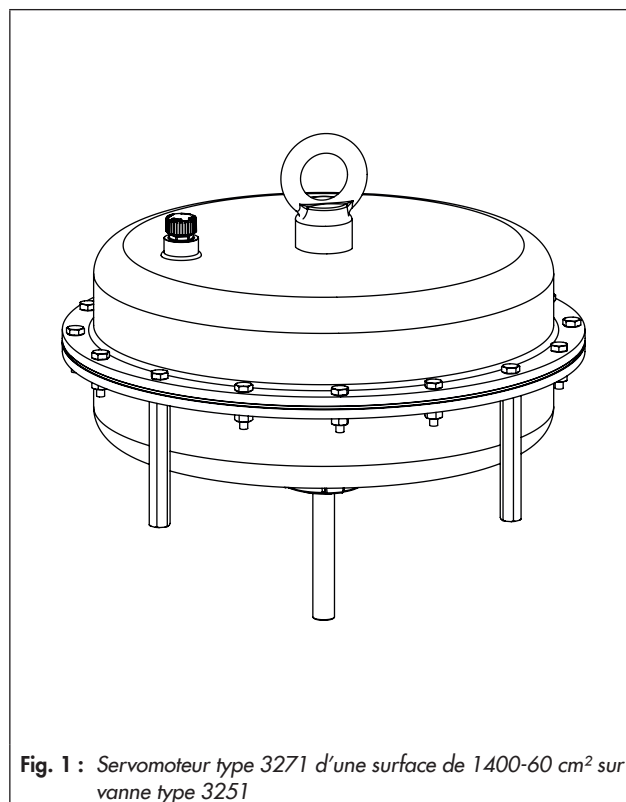

Fig. 1 : Servomoteur type 3271 d'une surface de 1400-60 cm² sur vanne type 3251
- **Type 3271 · Servomoteur pneumatique** (Fig. 1) d'une surface de 1400 cm²